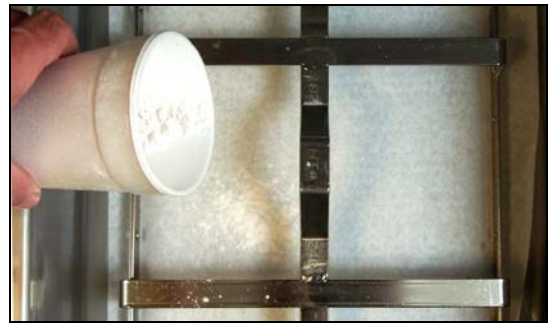

图 4
5. 当限位环处于正确的位置时，如果使用滤纸，则在滤纸上均匀地喷洒一些助滤粉。（参见图 4）